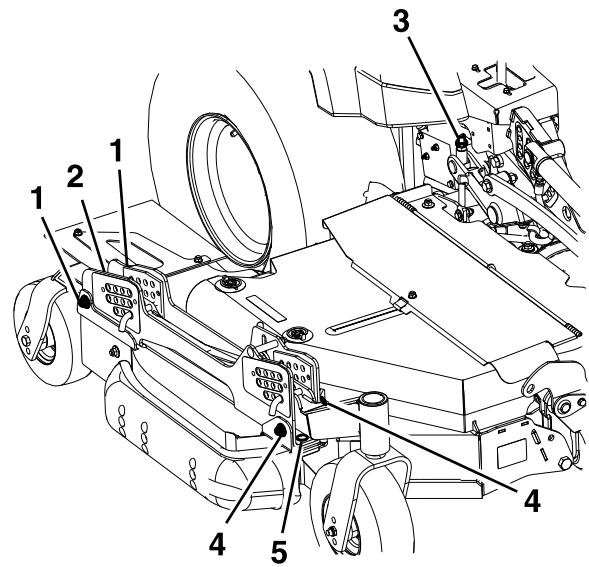

Figure 82
- Si le tablier est trop bas, serrez le boulon de réglage de hauteur avant (Figure 82) en tournant l'écrou inférieur dans le sens horaire.
- Si le tablier est trop haut, desserrez le boulon de réglage de hauteur avant (Figure 82) en tournant l'écrou inférieur dans le sens antihoraire. Ajustez précisément les dispositifs de réglage arrière au besoin.
Réglez la hauteur de la roue arrière (Figure 82) de sorte qu'elle touche légèrement le sol, avec une pression minimale.
3. Sur les tabliers latéraux gauche et droit, la hauteur de la lame peut s'ajuster grâce à des points de réglage avant et arrière. Pour régler la hauteur d'une lame latérale, commencez par desserrer les écrous de fixation des supports de hauteur de coupe avant et arrière. Il y a quatre emplacements (deux de chaque côté du profilé), comme montré à la Figure 82.
4. Mesurez l'arrière des lames latérales. Si l'une ou l'autre présente une inclinaison de moins de 1,5 mm (1/16 po), élevez l'arrière du tablier en serrant les réglages arrière gauche et droit (Figure 82) jusqu'à ce que les quatre lames présentent une inclinaison minimale de 1,5 mm (1/16 po). Réglez les roues arrière latérales de sorte qu'elles touchent légèrement le sol, avec une pression minimale. Serrez les quatre emplacements de fixation des supports arrière (Figure 82).